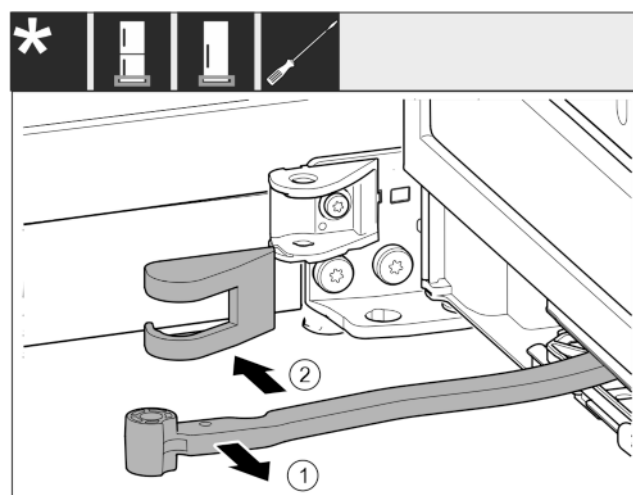

Fig. 13
- Tourner l'articulation en direction de la porte. Fig. 13 (1)
- Retirer le cache du support de palier. *Fig. 13 (2)*